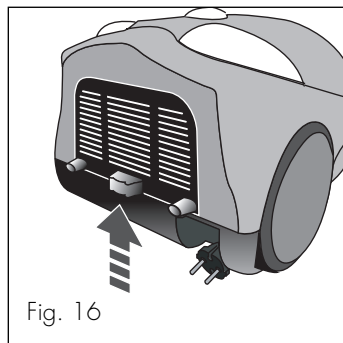

Fig. 16
De filter bevindt zich onder de opening van de luchtuitlaat. Om hem te vervangen, het rooster (O) indrukken en optillen (fig. 16). Breng een nieuwe filter aan in de zitting en doe het rooster met een lichte druk weer dicht, tot de sluithaak een klik te horen geeft; indien uw apparaat voorzien is van een HEPA-filter, wordt erop gelet dat het rubberen deel naar het apparaat toe gericht is.